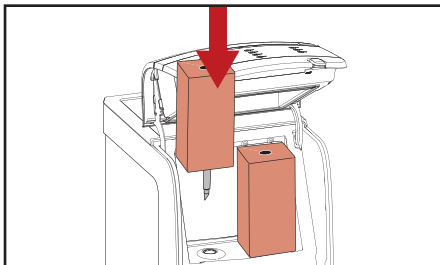

Bild 4.1 - Placera produktförpackningen
4. Sätt in produktförpackningen (bild 4.1).